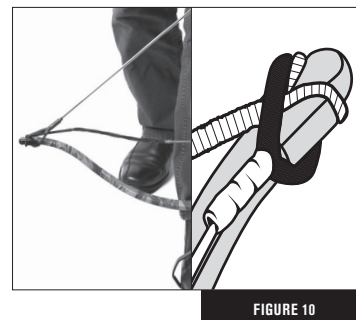

FIGURE 10
5. Attachez chaque boucle de la corde de l'arbalète à chaque extrémité de l'arc en insérant chaque boucle de corde à travers et sous chaque extrémité de l'arc. ASSUREZ-VOUS que chaque boucle de la corde de l'arbalète est solidement fixée sur chaque embout en plastique de l'arc, tel qu'illustré à la Fig. 10.